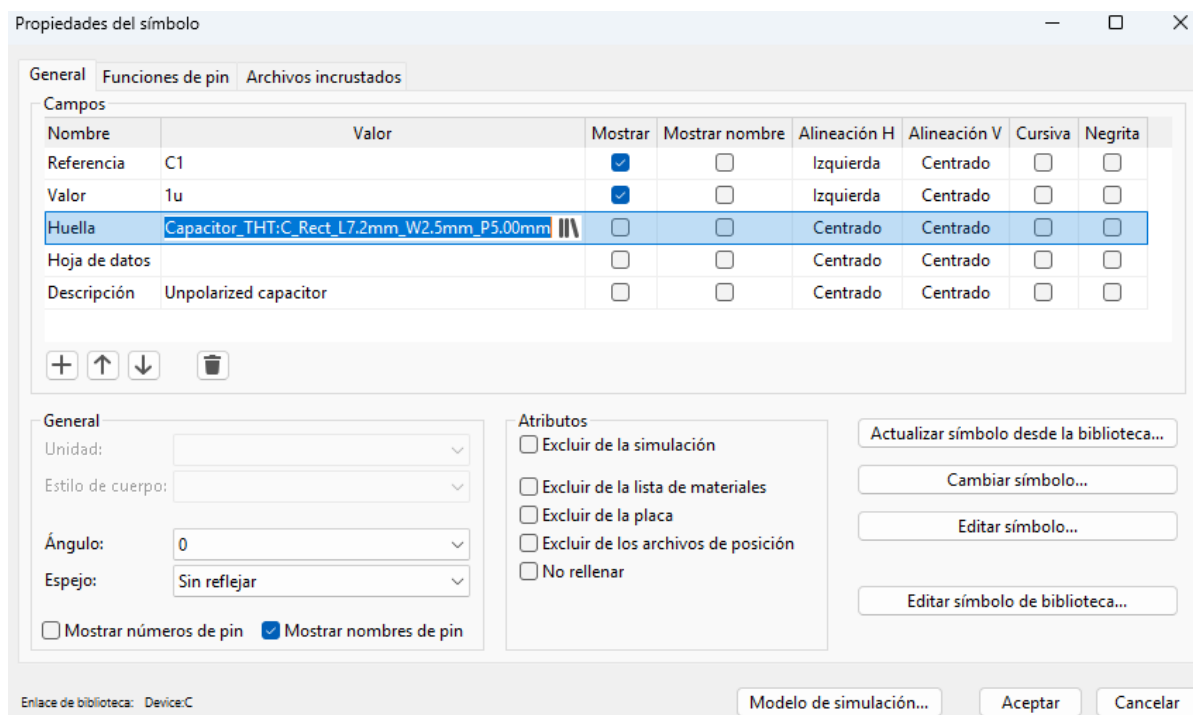

Figura 3.10. Ventana de propiedades de un símbolo colocado sobre un esquemático
Siempre que se añade un nuevo componente al esquemático, es buena práctica hacer doble clic sobre este (tras pulsar Esc y salir del modo Colocar símbolo), lo cual permite configurar ciertos parámetros del componente. La figura 3.10 muestra la ventana que se abre tras hacer doble clic sobre un componente colocado sobre el esquemático.
- **Huella:** Este parámetro es fundamental, ya que indica la huella que tendrá el componente cuando se proceda a diseñar la propia PCB. Si se ha definido ya previamente en la ventana Colocar símbolo, aquí aparecerá tal cual se definió anteriormente. Si no se había definido ya, o si se desea modificar, se hace en este espacio. Por comodidad, si bien el programa permite introducir directamente el nombre de la huella (debe existir en las bibliotecas de huellas), lo más práctico es hacer clic en el botón de las tres barras que aparece a la derecha de la celda cuando se selecciona, tal y como se puede apreciar en la figura 3.10. Si se hace, se abrirá una ventana con un selector de huellas. Al contrario que en la ventana Colocar símbolos, esta ventana sí muestra todas las huellas instaladas en las bibliotecas. Si se desea filtrar las huellas a aquellas que el programa considera adecuadas, sea por el componente o por su número de pads, se deben marcar las opciones Aplicar filtros de huellas y/o Filtrar por número de pines, debajo de la barra del filtro. La figura 3.11 muestra un ejemplo de la ventana del selector de huellas.
Figura 3.11. Aspecto del Selector de huellas, que es una ventana que se abre cuando se intenta modificar la huella asignada a un componente (véase la figura 3.10)